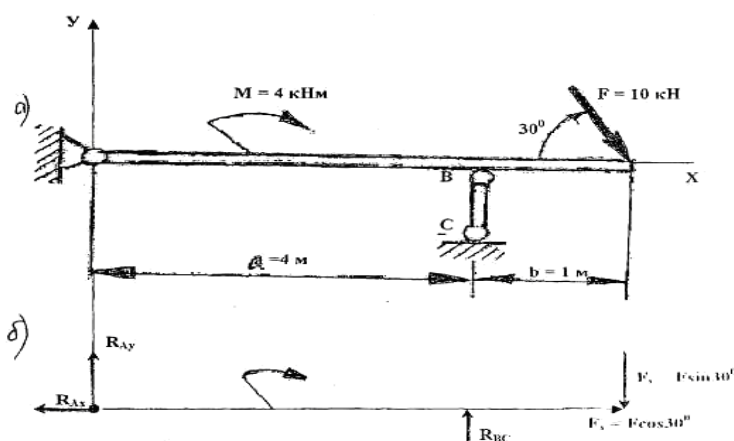

Рисунок 2 - Балка с действующими на неё нагрузками
1. Изобразим балку с действующими на неё нагрузками (рисунок 2).